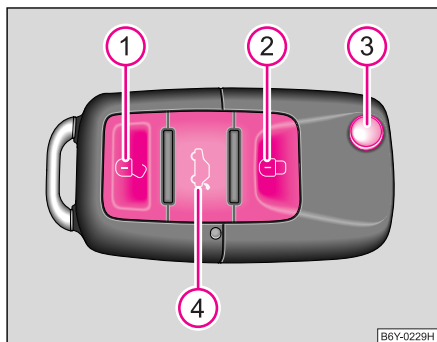

Abb. 28 Funk-Schlüssel
- Drücken Sie die Taste ④ etwa 1 Sekunde lang ⇒ Abb. 28.